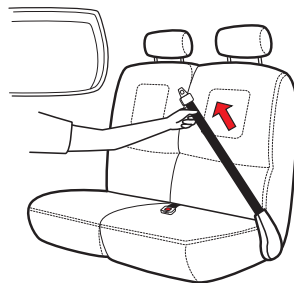

Figura 36
- Cinturones de regazo replegables: El cinturón de regazo se monta en un retractor que tira de él automáticamente al soltarse, como se muestra en la **figura 36**.